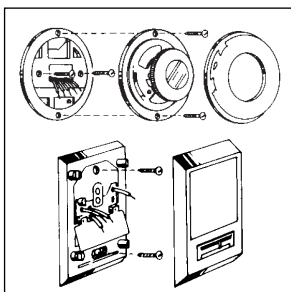

Figura 1
2. Retire la cubierta del termostato antiguo para dejar los cables a la vista (Figura 1).